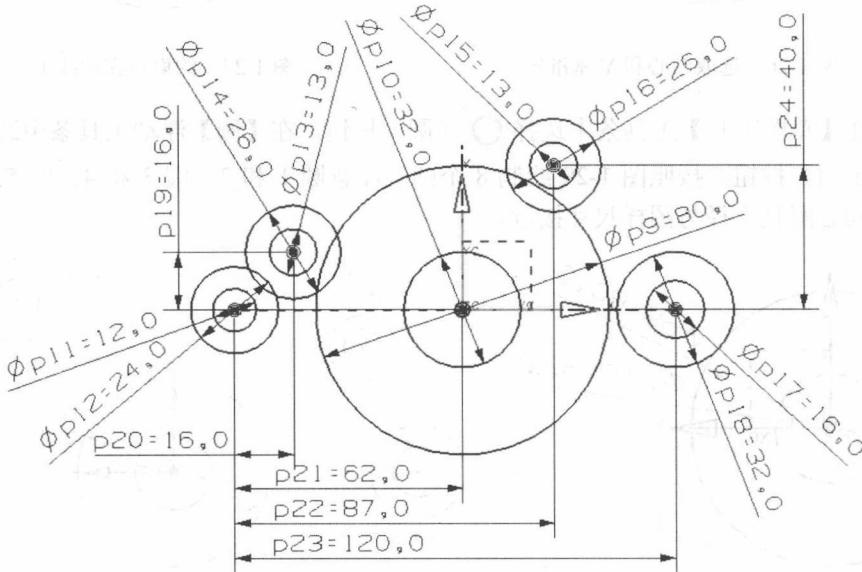

图 1-31 添加尺寸约束
(7) 添加尺寸约束。在【草图工具】工具条中选择  (自动判断的尺寸) 按钮，按照图 1-31 的尺寸进行标注， $\phi p11=20$, $\phi p12=24$, $\phi p13=13$, $\phi p14=26$, $\phi p15=13$, $\phi p16=26$, $\phi p17=16$, $\phi p18=32$, $p19=16$, $p20=16$, $p21=62$, $p22=87$, $p23=120$, $p24=40$ ，此时草图曲线全部转换成绿色，表示已经完全约束。